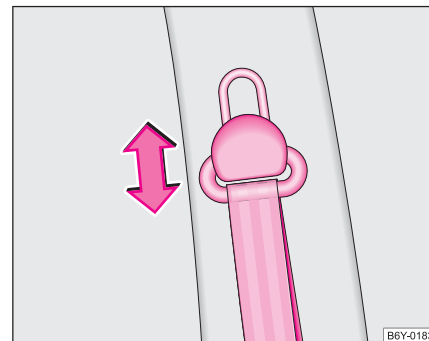

Fig. 109 Scaun față:
- Pentru reglare apăsați dispozitivul de reglare și deplasați-l în sus sau în jos ⇒ **fig. 109**.